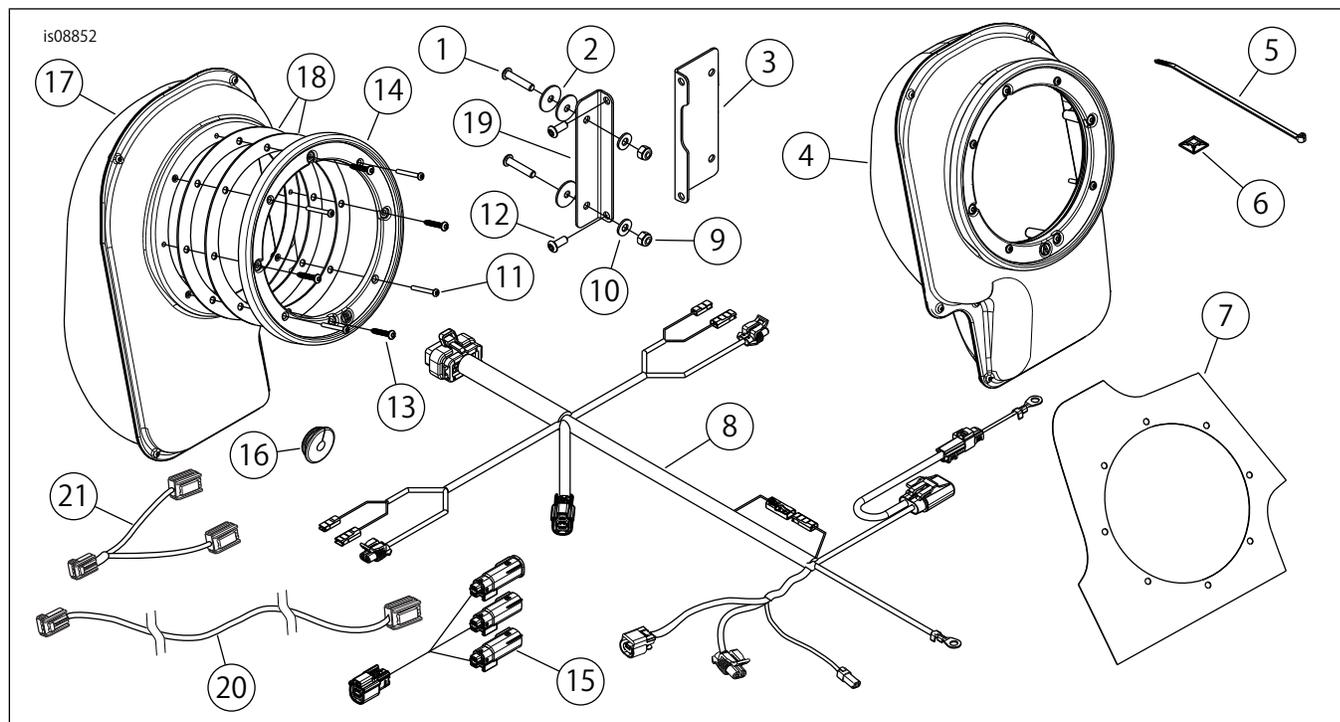

図9. 交換用パーツ、スピーカー拡張取り付けキット
- a. 「図9」を参照。外装面にガスケット(18)を1つ配置します。穴を合わせます。
- a. ステージIを6スピーカー構成にする場合: ハーネス [296] を、パッセンジャーシート後方にある16極ハーネス (フェアリングアンプキットで事前に取り付けたもの) に直接取り付けます。ステージIIを6スピーカー構成にする場合: 3極インターコネクタハーネス (アイテム15、図9) を、パッセンジャーシートの後方に位置する16極ハーネス (フェアリングアンプキットで事前に取り付けたもの) に取り付けます。3ウェイインターコネクタにハーネス [296] を取り付けます。